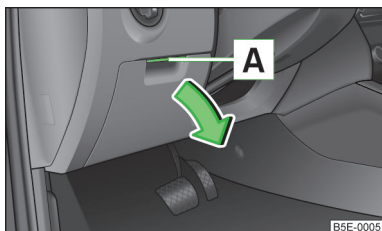

Fig. 66
- Levantar el asidero **A** » fig. 66 y abrir el compartimento en el sentido de la flecha.